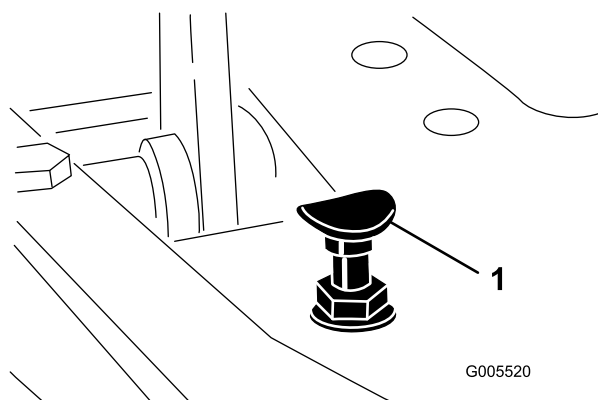

Figure 48
Pour obtenir la vitesse de transport maximale, placez le sélecteur de fonction en position de TRANSPORT et appuyez sur la pédale de déplacement. Si la pédale touche la butée (Figure 48) avant que la tension soit ressentie sur le câble, procédez comme suit :
1. Placez le sélecteur de fonction à la position de TRANSPORT et desserrez le contre-écrou de fixation de la butée de pédale au plancher (Figure 48).